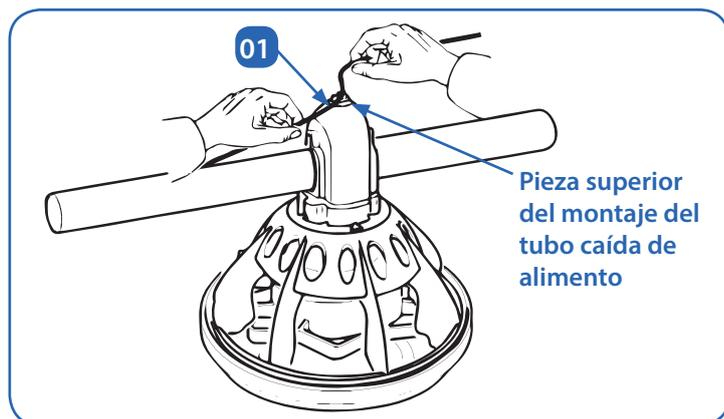

Fig. 05.32. Instalación cable anti-aseladero en los comederos.
- Pasaremos el cable anti-aseladero **01** por la parte superior de los tubos de caída de alimento, pasándolo por las ranuras que tiene la parte superior del tubo de caída de alimento que hemos instalado a la hora de ensamblar el comedero (Fig. 05.32.).